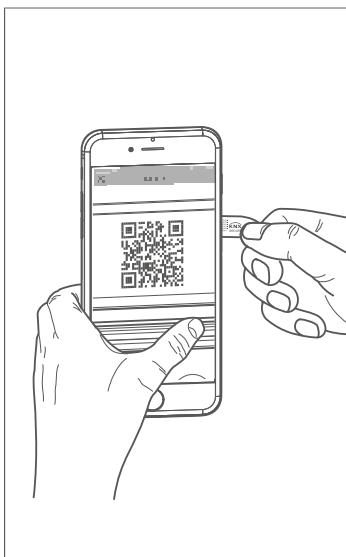
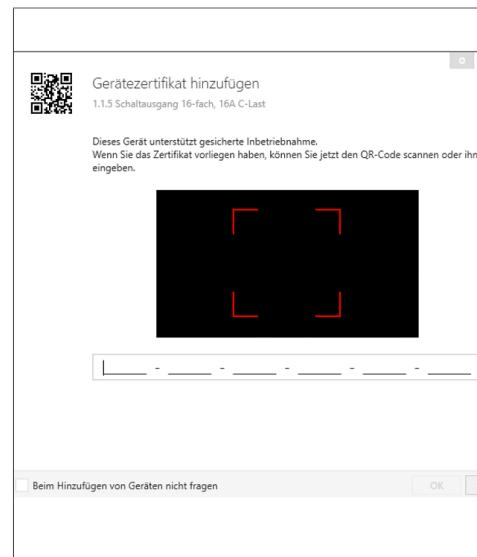

Bild 15: QR-Code scannen
Bild 16: QR-Code manuell eingeben
- 2 Das Gerätezertifikat (QR-Code) eingeben (Bild 16) oder scannen (Bild 15) bzw. dem Projekt in der ETS hinzufügen.